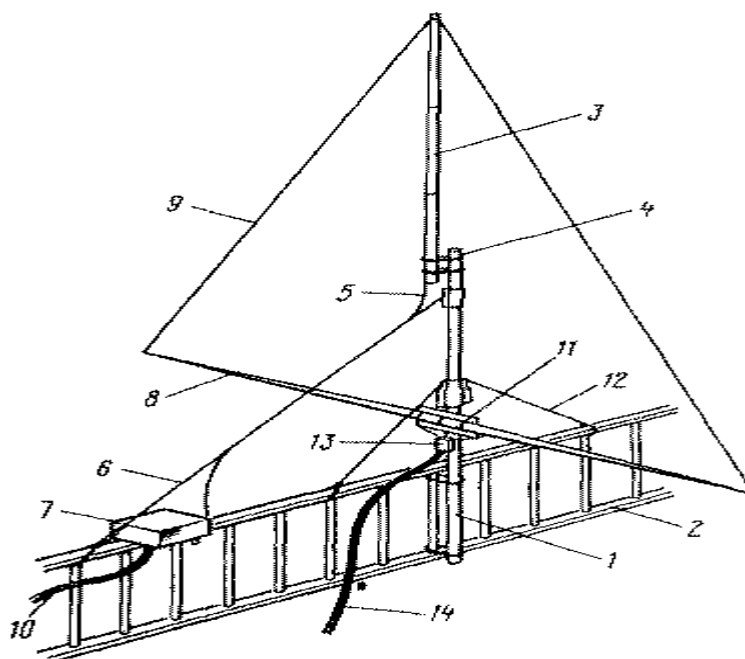

Рис.1
Эта антенна (рис. 1), предложенная японским коротковолновиком с ("CQ ham radio", 1993, June, p. 220-223), не отличается оригинальным радиотехническим решением, но сама конструкция интересна тем, что ее можно установить на самом краю крыши жилого дома. Она состоит из двух электрически независимых антенн: рамки (DELTA LOOP) на диапазон 20 метров и укороченного штыря (GP) на диапазон 80 метров.
Мачта 1 длиной около 3 м, поддерживающая DELTA LOOP и часть GP, надежно фиксируется к ограждению 2 на краю крыши. В верхней части к мачте через изолирующие прокладки 4 прикреплен излучатель диапазона 80 метров длиной 5,3 м, составленный из трех отрезков тонкостенных дюралевых труб, которые вставлены одна в другую. К нижней части излучателя 3 присоединен проводник 5 длиной 4,3 м, поддерживаемый диэлектрической растяжкой 6. Он идет к блоку согласования 7. В нижней части мачты 1, чуть выше ограждения 2, прикреплена диэлектрическая труба 8. Она состоит из двух удлинителей длиной 3,5 м. Эта труба поддерживает нижнюю часть рамки 9. В верхней части рамка прикреплена к излучателю диапазона 80 метров через диэлектрическую вставку (на рис. 1 не показана).